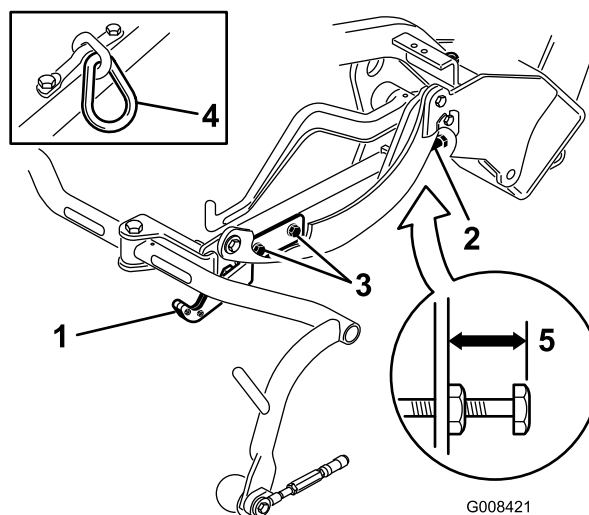
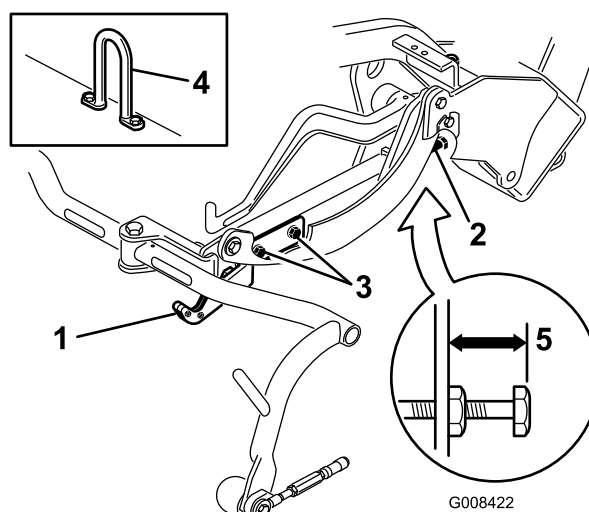
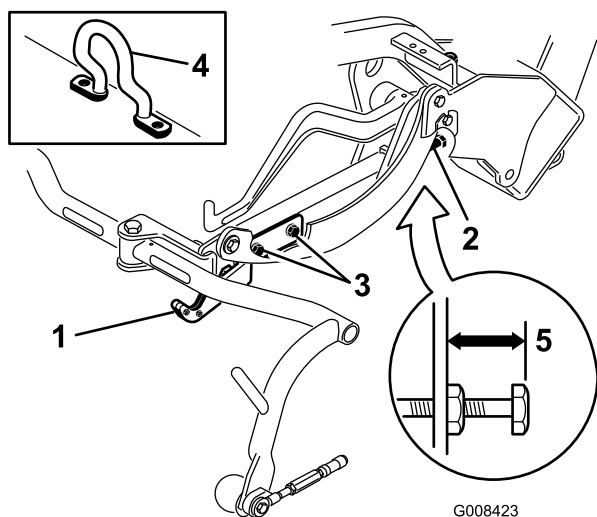

Figure 13
Figure 14
Figure 15
Vérifiez la hauteur de transport (Figure 13 et Figure 14) et ajustez-la au besoin.
2. Sur les plateaux de coupe équipés d'un maillon de chaîne ou d'un crochet de levage droit (Figure 13 et Figure 14, détails), vérifiez qu'un espace de 22 mm existe entre le haut de la vis de réglage du bâti porteur et l'arrière du bâti porteur. Si l'espace n'est pas correct, passez à l'étape 4. Si le plateau de coupe est équipé d'un crochet de levage décentré (Figure 15), passez à l'étape suivante.
3. Sur les plateaux de coupe équipés d'un crochet de levage décentré (Figure 15, détails), vérifiez qu'un espace de 25 mm existe entre le haut de la vis de réglage du bâti porteur et l'arrière du bâti porteur. Si l'espace n'est pas correct, passez à l'étape 4.
4. Desserrez les vis de la plaque de transport (Figure 13, Figure 14 et Figure 15).
7. Si les bâtis porteurs ne sont pas tous à la même hauteur, desserrez l'écrou de blocage de la vis de réglage de chaque bâti (Figure 13, Figure 14 et Figure 15). Tournez la vis vers l'extérieur pour élever le bâti ou vers l'intérieur pour l'abaisser. Serrez l'écrou de blocage une fois la hauteur correcte obtenue.